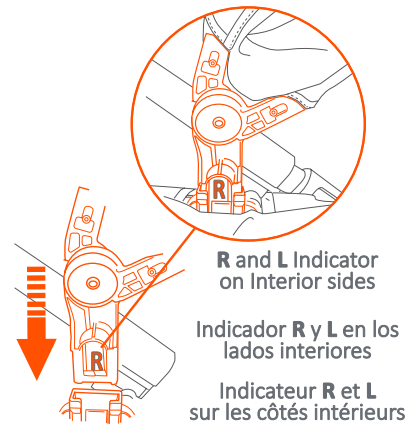
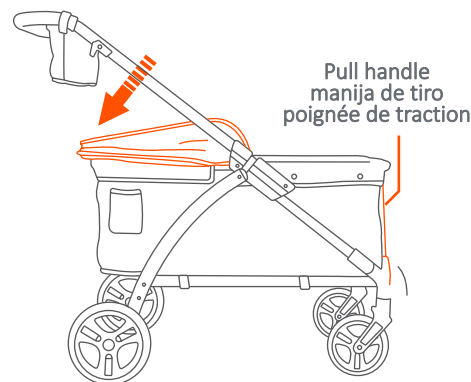

Fig. 6a
Fig. 6c
6) • **To install the canopy:** Locate the (Right) and (Left) indicators on the interior side of the connection. From the wagon pull handle end, insert the **R** connection then the **L** connection to the frame. Press in firmly (Fig. 6a) and (Fig. 6c).
• **To close the canopy:** Flip in the visors and push down toward the frame completely (Fig. 6c)
• **Para instalar el dosel:** Localice los indicadores (Derecha) y (Izquierda) en el lado interior de la conexión. Desde el extremo del mango de tracción del vagón, inserte la conexión R y luego la conexión L al marco. Prensa firmemente (Fig. 6a) and (Fig. 6c).
• **Para cerrar el dosel:** pliegue los visores y empuje por completo hacia abajo en dirección al armazón (Fig. 6c)
• **Pour installer l'auvent:** Localisez les indicateurs (R- à droite) et (L- gauche) du côté intérieur de la connexion. À partir de l'extrémité de la poignée de traction du wagon, insérez la connexion R puis la connexion L au cadre. Appuyez fermement (Fig. 6a) and (Fig. 6c).
• **Fermeture de l'auvent :** Replier les pare-soleil à l'intérieur et les pousser complètement vers le bas en direction du cadre (Fig. 6c)